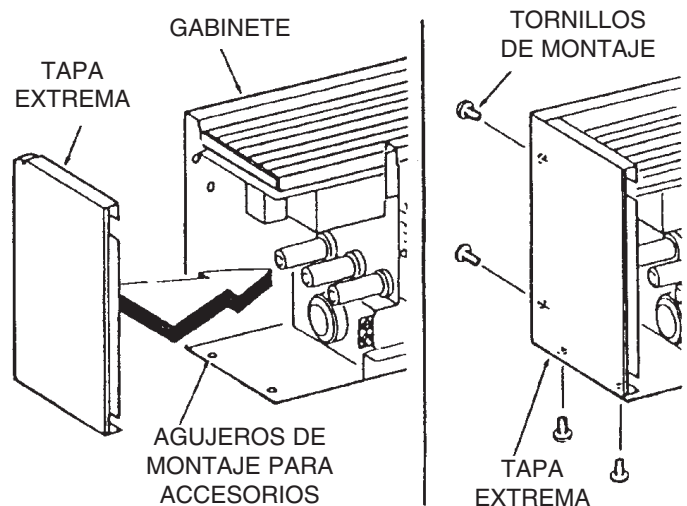

Figura 5
- Instale las tapas extremas (deben comprarse por separado) en ambos extremos del gabinete del calefactor. Para ver los detalles de la instalación de las tapas extremas consulte la Figura 5.
- Instale las tapas extremas (6) en el extremo exterior del último calefactor (7 y 9) mediante 4 tornillos N° 6 suministrados con las tapas extremas (para ver los detalles de la instalación de las tapas extremas consulte la Figura 5).